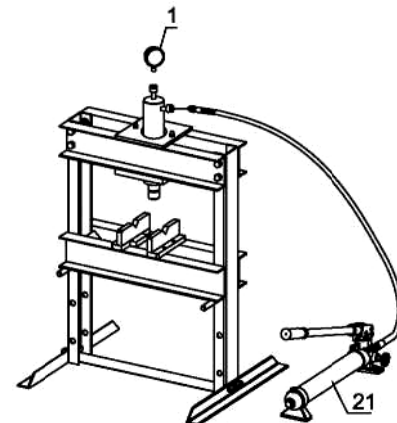

Рис. 1-6
7. Подсоедините манометр (1) и шланг к цилиндру. См. рис. 1-6.